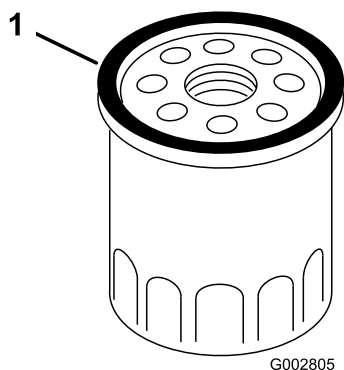

Bild 26
7. Schmieren Sie mit dem Finger etwas Öl auf die Dichtung am neuen Filter (Bild 26).